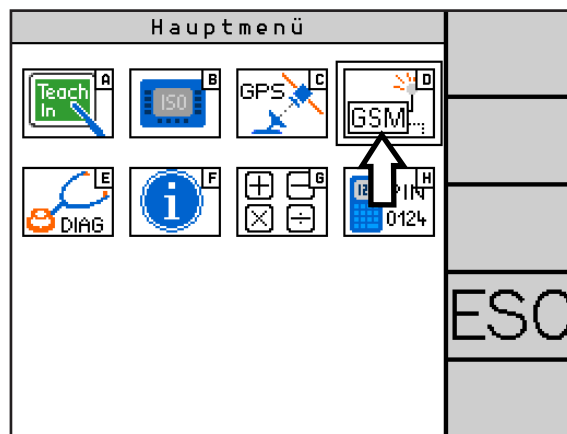

Abb. 108: CLUE-Modem-Konfiguration aufrufen
Wählen Sie im Hauptmenü „GSM“ (D) (siehe Abb. 108), um die CLUE-Modem-Konfiguration aufzurufen.